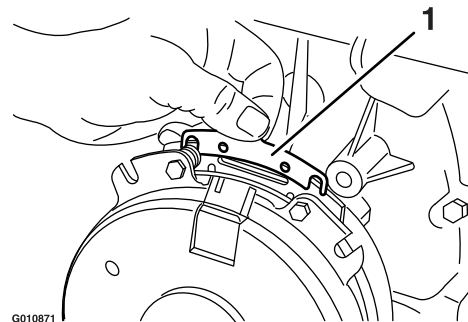

Figura 73
- B. Usando un alicate de punta fina, o a mano, sujete la pestaña y retire el suplemento (Figura 73).